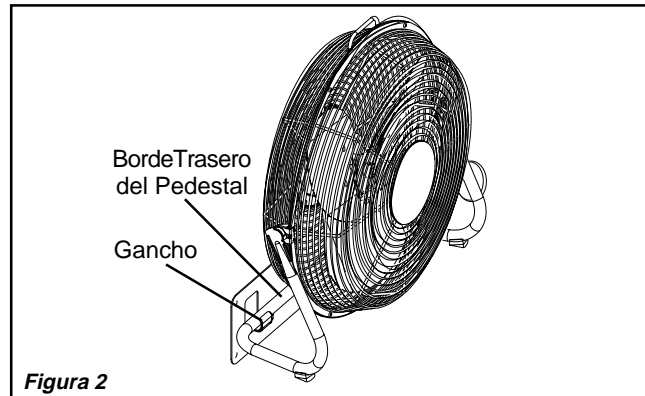

Figura 2
2. Coloque el borde trasero del pedestal en los ganchos del soporte para la pared. (Figura 2)